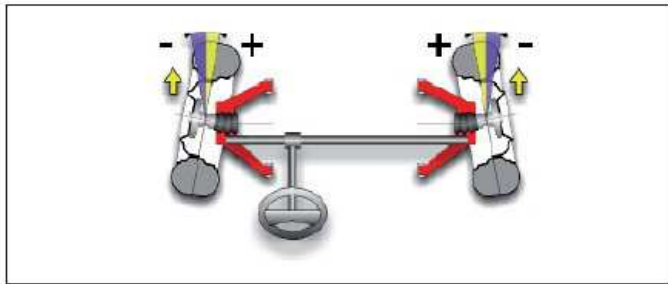

Abbildung 10
1) Vorspur: Winkel der Radmittenebene zur Symmetrie- bzw. geometrischen Fahrachse des Fahrzeugs (Abb. 10 und 11). Die Symmetrieachse ist die erdachte Linie, die das Fahrzeug in Längsrichtung mittig unterteilt; die geometrische Fahrachse gibt die von der Hinterachse bestimmte Fahrtrichtung an. Maßeinheit der Vorspur: Grad oder Millimeter.